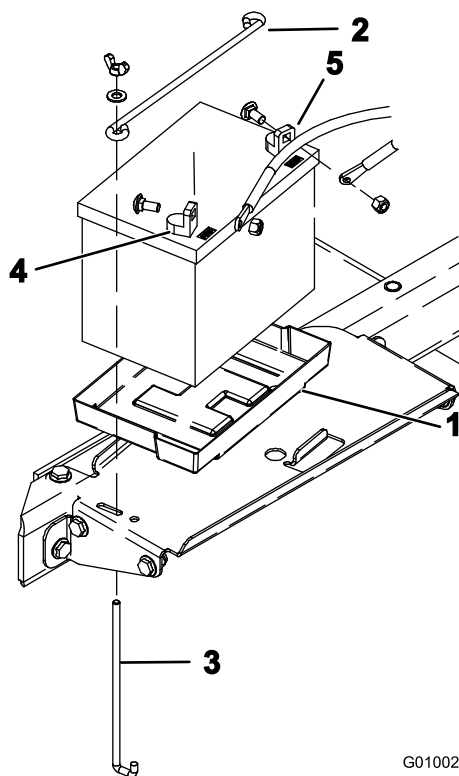

图6
8. 将电池插入电池盒内的托盘内 图6 以端子向外的方式放置电池。
9. 用电池杆、2 个固定杆、2 个扁平垫圈及 2 个蝶形螺帽将电池固定到电池盒底座 图6。
10. 首先使用机架螺栓和螺母将正极接线红色连接到正极+ 电池端子 图6 然后使用机架螺栓和螺母将负极接线黑色连接到负极- 电池端子 图6。将橡皮套滑动到正极电池端子上防止可能发生的短路情况。